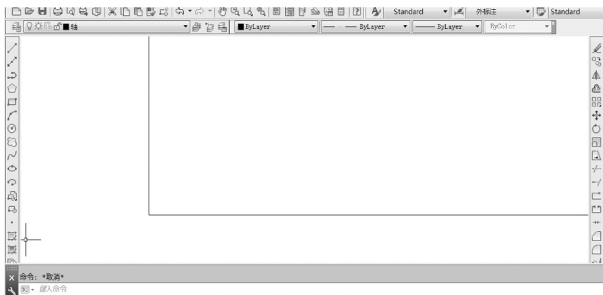

图 4.2 执行【范围缩放】命令前的视图
(1) 设置【墙】图层为当前层。
(2) 启动【矩形】命令（快捷键 REC）。
① 在指定第一个角点或[倒角(C)/标高(E)/圆角(F)/厚度(T)/宽度(W)]:提示下，在屏幕的左下角单击任意一点作为矩形的第一个角点。
② 在指定另一个角点或[面积(A)/尺寸(D)/旋转(R)]:提示下，输入“@42840,14700”后按 Enter 键结束命令。“42840”是外墙皮到外墙皮的尺寸，“14700”是室外地坪到檐口的距离。
(3) 由于新建图形视图距离比较近，所以只能看到图形的局部，如图 4.2 所示。双击鼠标滚轮执行【范围缩放】命令将其推远。